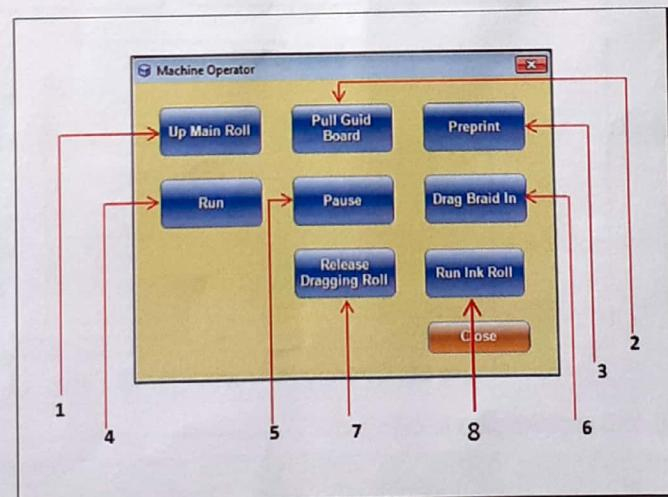

Figure 25: Machine Operator Menu
- එසේ ආතුල කිරීමට System එකට Log එහි 'Tools' මෙනුවේ ඇති 'Operate Machine' මෙනුව Click කර එහි ඇති 'Release Dragging Roll' මගින් Dragging Rollers ඉකළට එකට ඇතුළු අවකාශ යුතුය. එවිට එම Button එකෙන් නම දී 'Set Dragging Roll' යෙක ද වෙතක් යේ. (Figure 25 බලන්න).